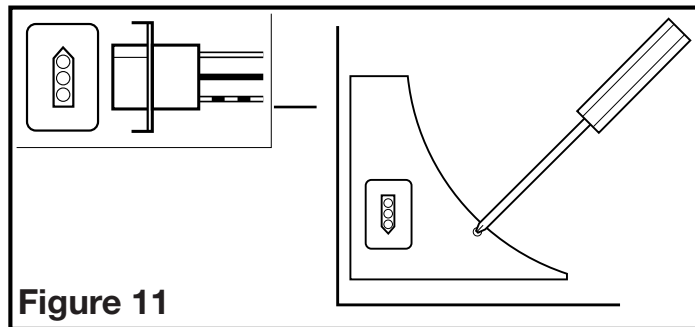

Figure 11
- Réinstaller le couvercle du compartiment de câble du ventilateur en place. Faire tourner la roue de la soufflante à la main pour vous assurer qu'elle tourne librement. Brancher le cordon à raccordement rapide dans le réceptacle. Ce cordon ne s'ajuste que d'une seule façon dans le réceptacle (Figure 11).